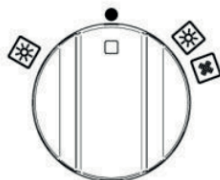

Fig. 24A
- O símbolo  indica que a ventoinha elétrica, e a luz do forno foram ligadas (Fig. 24A-24B).
- O símbolo  indica que só a luz do forno está acesa (Fig. 24A-24B).